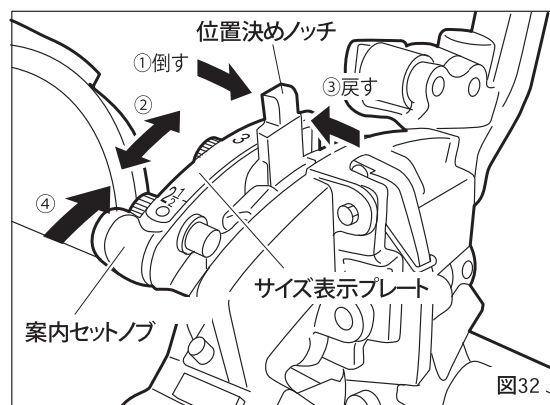
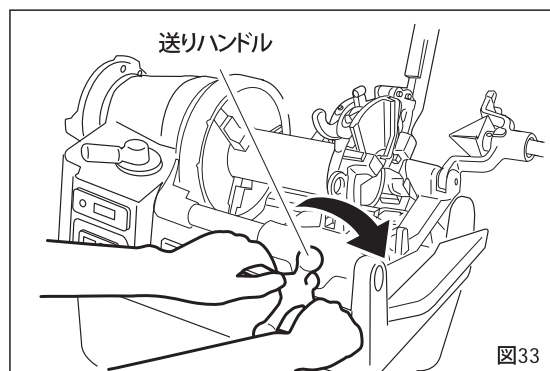

図32
図33
サイズ変更をする場合 (図32)
1. 位置決めノッチを図32の矢印①の方向に倒す。
2. サイズ表示プレートに表示されている希望のパイプサイズに位置決めノッチを合わせる。(②)
3. 位置決めノッチを矢印③の方向に倒しながら、ノッチの溝に位置決めピンをはめ込む。
- ②案内セットノブを矢印④の方向に押し上げて、ダイヘッドをセットの位置にしてください。スイッチを入ると、オイルはダイヘッドから自動的に注油されます。
- ③送りハンドルを時計方向に回して、パイプにダイヘッドを押しつけ、チェーザを食い付かせてください。(図33)
- ④ねじが3～4山切れればあとは自動的にねじが切れ、ねじが規定の長さになると、切上げレバーによりチェーザが自動的に開きます。
- ⑤送りハンドルを反時計方向へ回してダイヘッドをパイプから離します。